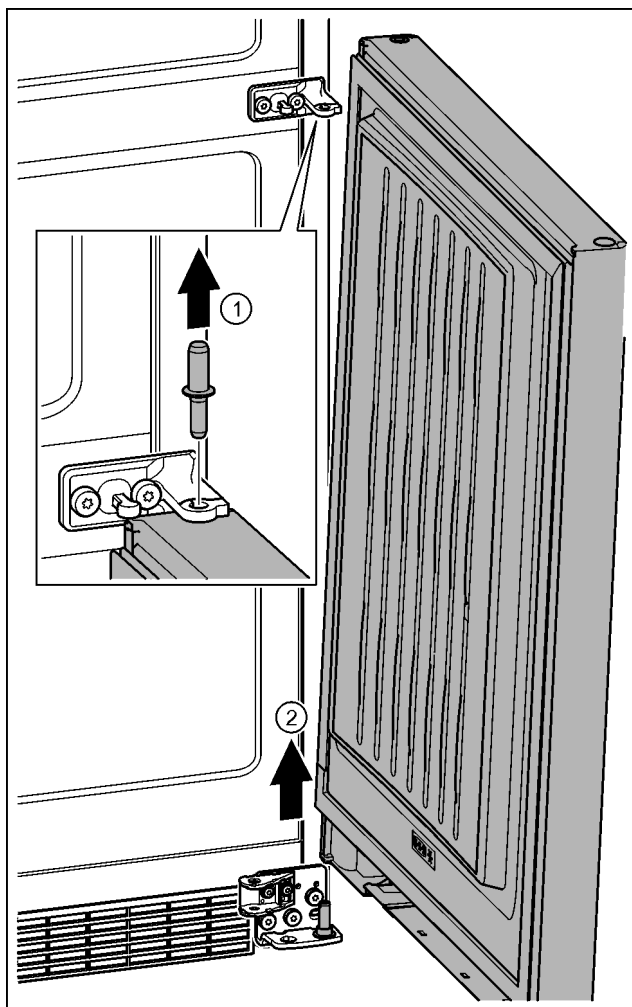

Fig. 27
- ▶ Sornike izvlcite v smeri navzgor. Fig. 27 (1)
- ▶ Vrata obrnite navzven, jih povlecite navzgor in postavite v stran. Fig. 27 (2)